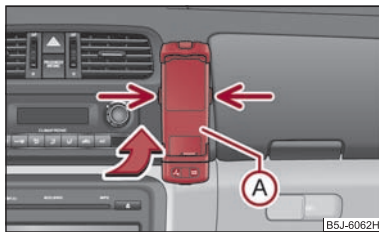

Fig. 105 Adaptare universală pentru telefon
- Împingeți mai întâi adaptorul  în sensul săgeții ⇒ **fig. 105** în suport. Apăsați ușor adaptorul pentru a vedea dacă s-a fixat.
- Apăsați simultan elementele de blocare laterale ale suportului și scoateți telefonul cu adaptorul ⇒ **fig. 105**.